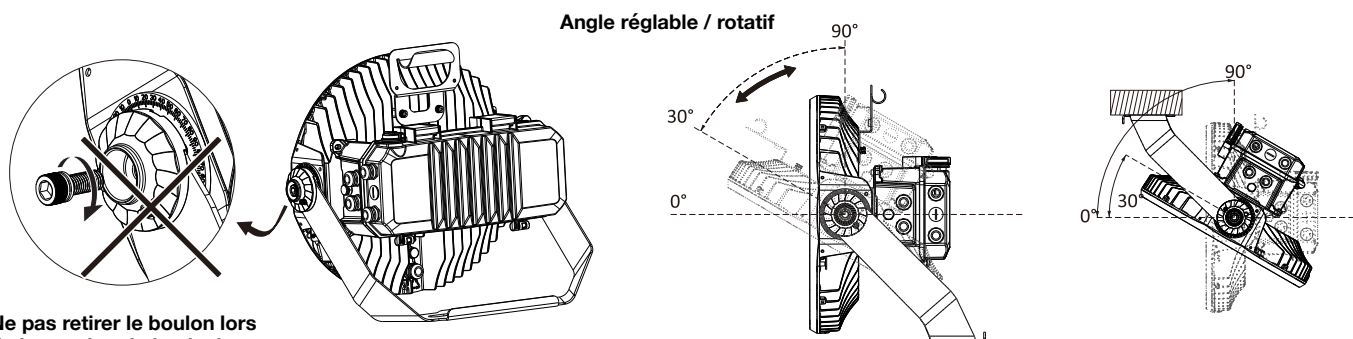

Fig. 5
4. Desserrer le boulon de réglage d'angle sur le côté de l'étrier (Fig. 5) pour régler le luminaire à l'angle souhaité. Resserrer pour sécuriser.